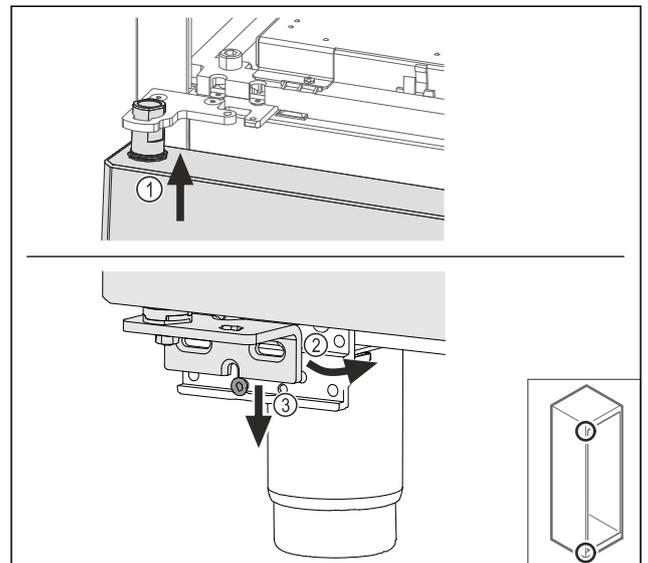

Fig. 68
- ▶ Introducir la puerta ligeramente inclinada en la parte superior Fig. 68 (1), alinear la puerta para que quede recta Fig. 68 (2) y colocarla en la parte inferior del tornillo de soporte de cojinetes Fig. 68 (3).